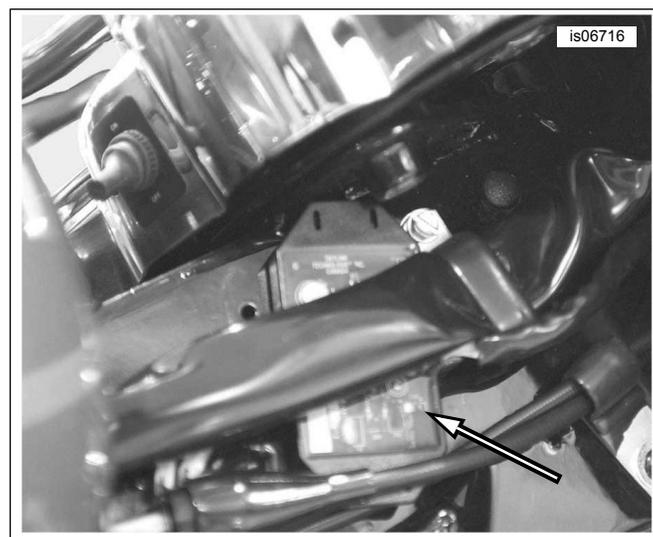

Figure 10. Montage de l'émetteur près du tube de fourche (modèles FLHR de 2013 et plus anciens)
| FLHR Touring/ FLRT Trike (tout) | Côté droit du cadre, près du tube de fourche, à l'intérieur de la nacelle, avec garniture de mousse (enlever au préalable le phare) (Voir la figure 10.). | |
3. Voir Figure 10 . Monter l'émetteur sur le côté droit du cadre près du tube de fourche.